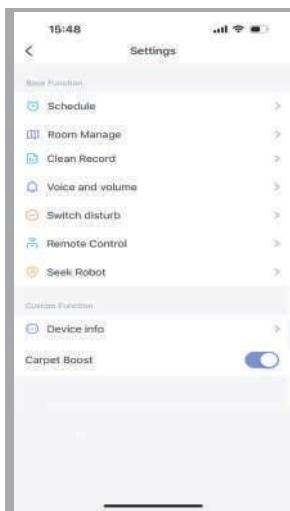

Рис. 18
- Е) Для получения дополнительных функций нажмите на значок  в главном интерфейсе и перейдите в интерфейс, показанный на рис. 18: пользователи могут устанавливать расписание уборки, управлять комнатами, проверять записи об уборке, включать/выключать голосовое оповещение или переключать языки, просматривать информацию об устройстве, включать/выключать функцию усиления звука на ковре и т. д.